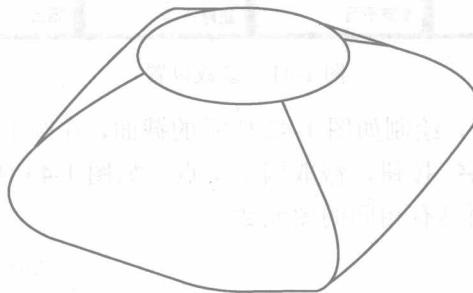

图 1-45 完成平行混合实体特征
(4) 第二个截面的绘制结束后，同样不退出草绘模式，单击“草绘”|“特征工具”|“切换剖面”命令，第二个截面变成灰色，系统进入第三个截面的绘制。绘制与第一个截面形状、尺寸完全相同的截面。同样，单击 $\checkmark$ 按钮，截取 4 个交点，把圆分成 4 个部分，保证起始位置的箭头和方向与第二个截面方向相同。
(5) 三个截面都绘制完成，单击 $\checkmark$ 按钮，退出草绘模式，系统提示输入第 2 个截面的深度，输入数值 30 并确认；同样，按系统提示，输入第 3 个截面的深度数值 30 并确认，得到如图 1-45 所示的混合实体。